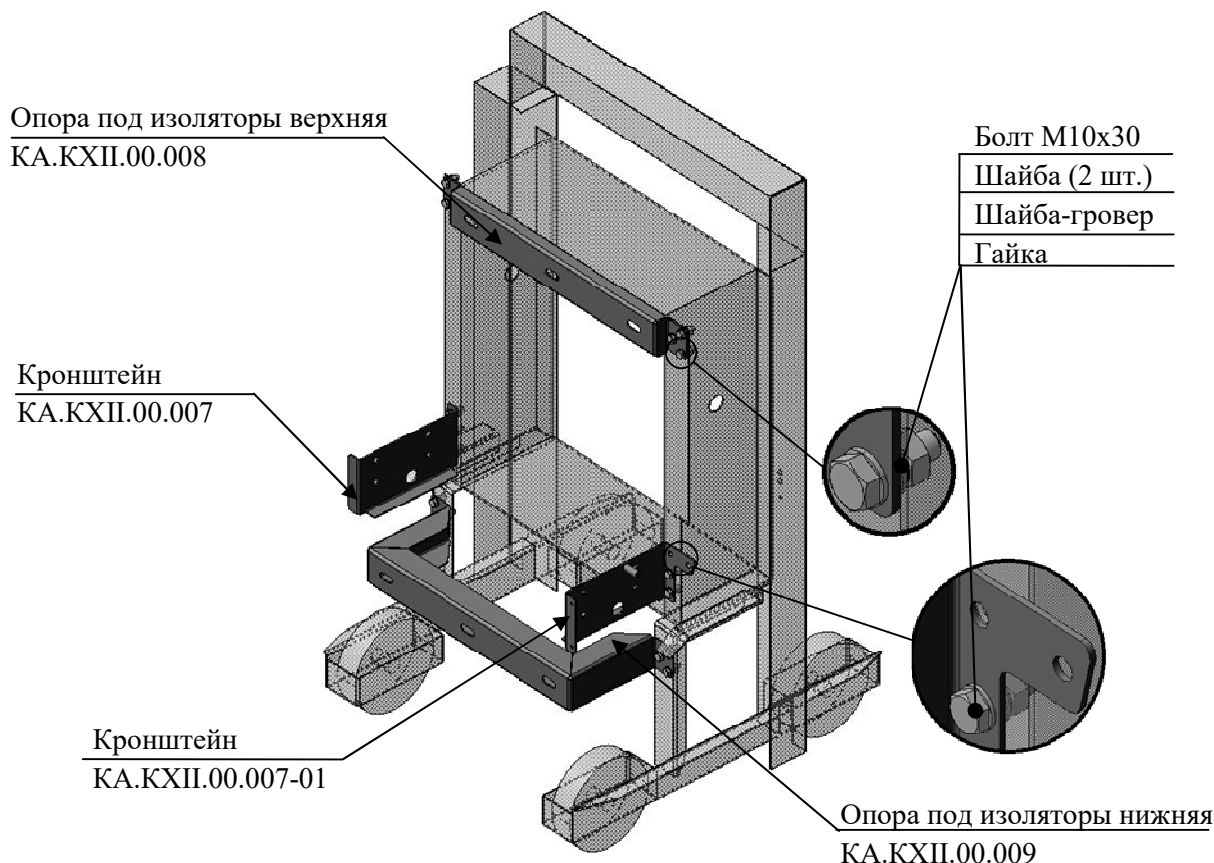

Рисунок 1 — Установка опор и кронштейнов
2.1. На раме ВЭ закрепить кронштейны и опоры под изоляторы (верхнюю и нижнюю) согласно рисунку 1 болтам М10х30. У кронштейна КА.КХП.00.007-01 два верхних отверстия должны остаться свободны от крепежа (рисунок 1).